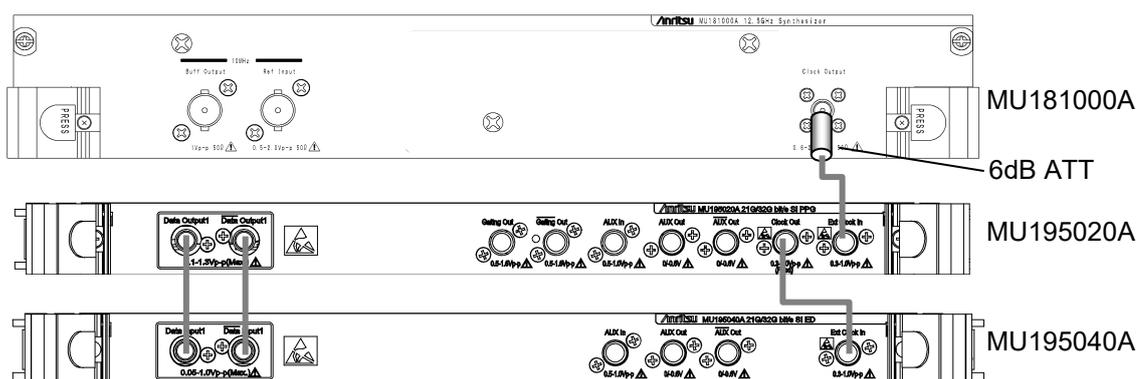

図8.3.1-1 動作周波数範囲試験の接続図
4. 図8.3.1-1に従って, 測定器のケーブルを接続します。
機器の接続方法は図8.3.1-1を参考にしてください。